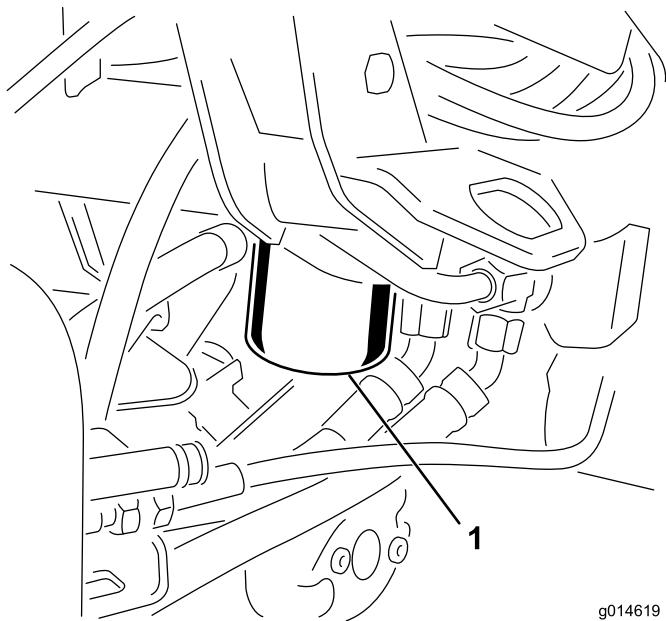

図 58
1. フィルタ容器の周辺をウェスできれいにぬぐう図 58。フィルタの下に廃油受けを置いてフィルタを外す。